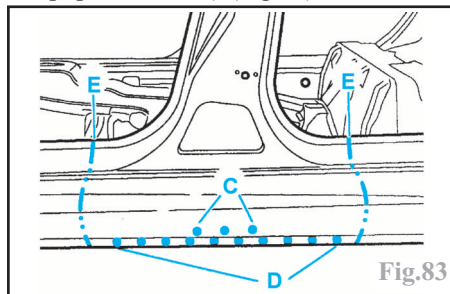

Fig.83
-points électriques (suivant D) (avec l'équipement AB1) (Fig.83),